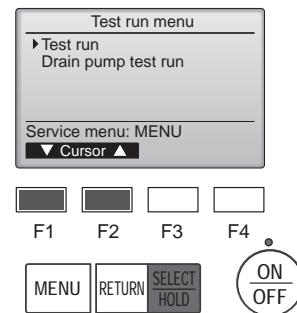

Fig. 7-5
- ④ Sélectionnez "Test run" (Test fonctions) à l'aide du bouton [F1] ou [F2] puis appuyez sur le bouton [SELECT/HOLD]. (Fig. 7-5)